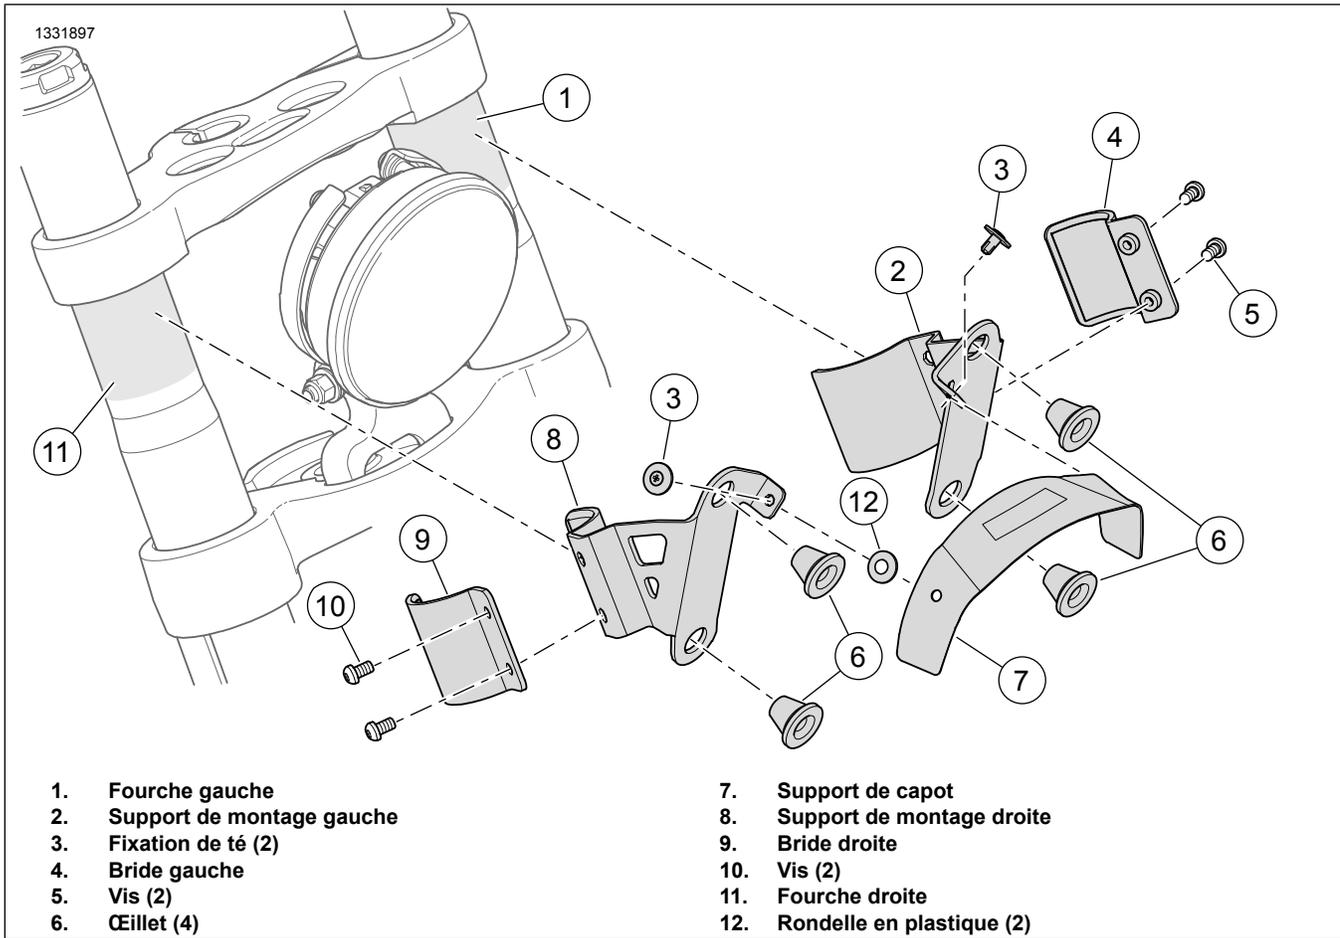

Figure 6. Support
2. Figure 6 Installer le support de montage gauche.
- a. Essuyer la zone de montage de la fourche gauche (1).
- b. Installer sans les serrer le support de montage gauche (2), la bride (4) et les vis (5).
- a. Nettoyer la zone de montage de la fourche droite (11).
- b. Installer sans les serrer le support de montage droite (8), la bride (9) et vis (10).
- a. Fixer la rondelle en plastique (12) dans chaque trou du support de capot (7).
- b. Aligner les trous de fixation des supports gauche et droite (2 et 8) avec le support de capot (7).
- c. Vérifier que le support de capot (7) est bien centré sur le phare.
- d. Installer les fixations de té (3) lorsque tous les supports sont bien alignés.